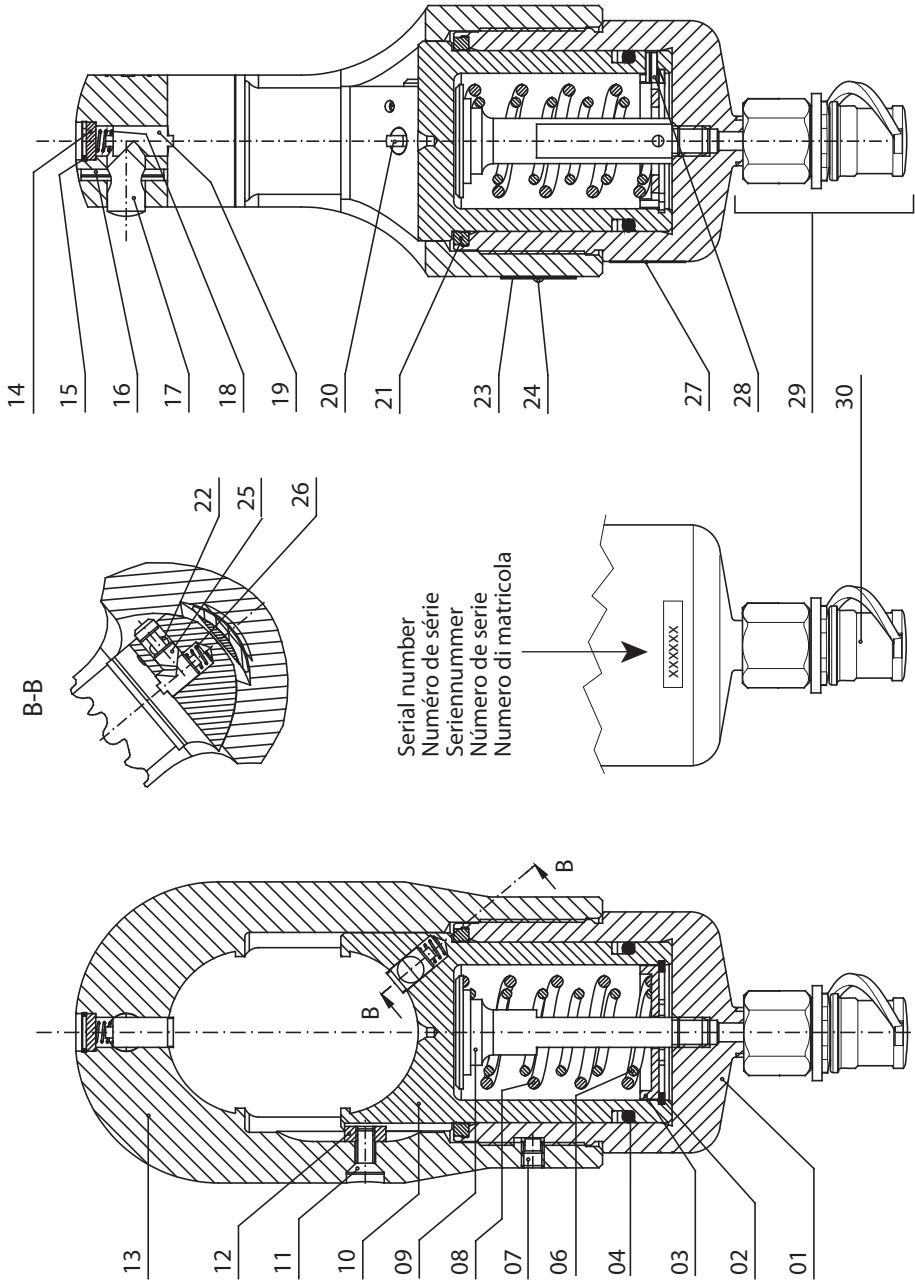

FIG. 3 LONGITUDINAL SECTION - COUPE LONGITUDINALE - SCHNITTZEICHNUNG - SECCION LONGITUDINAL - SEZIONE LONGITUDINALE
5. LISTA DEI COMPONENTI (Rif. a Fig. 3)